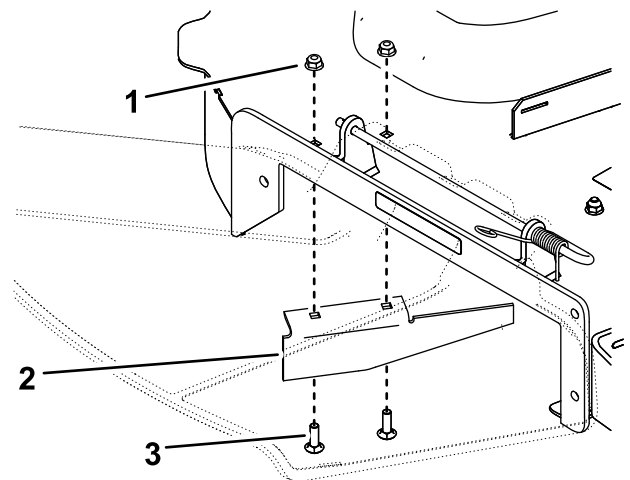

Figura 1
4. Retire los 2 pernos y las 2 tuercas que sujetan la placa deflector a la carcasa, y retire la placa deflector (Figura 1).
1. Tuerca (2)
3. Perno (2)
6. Para todas las demás máquinas, instale las fijaciones en los mismos orificios de los que fueron retiradas (Figura 1).